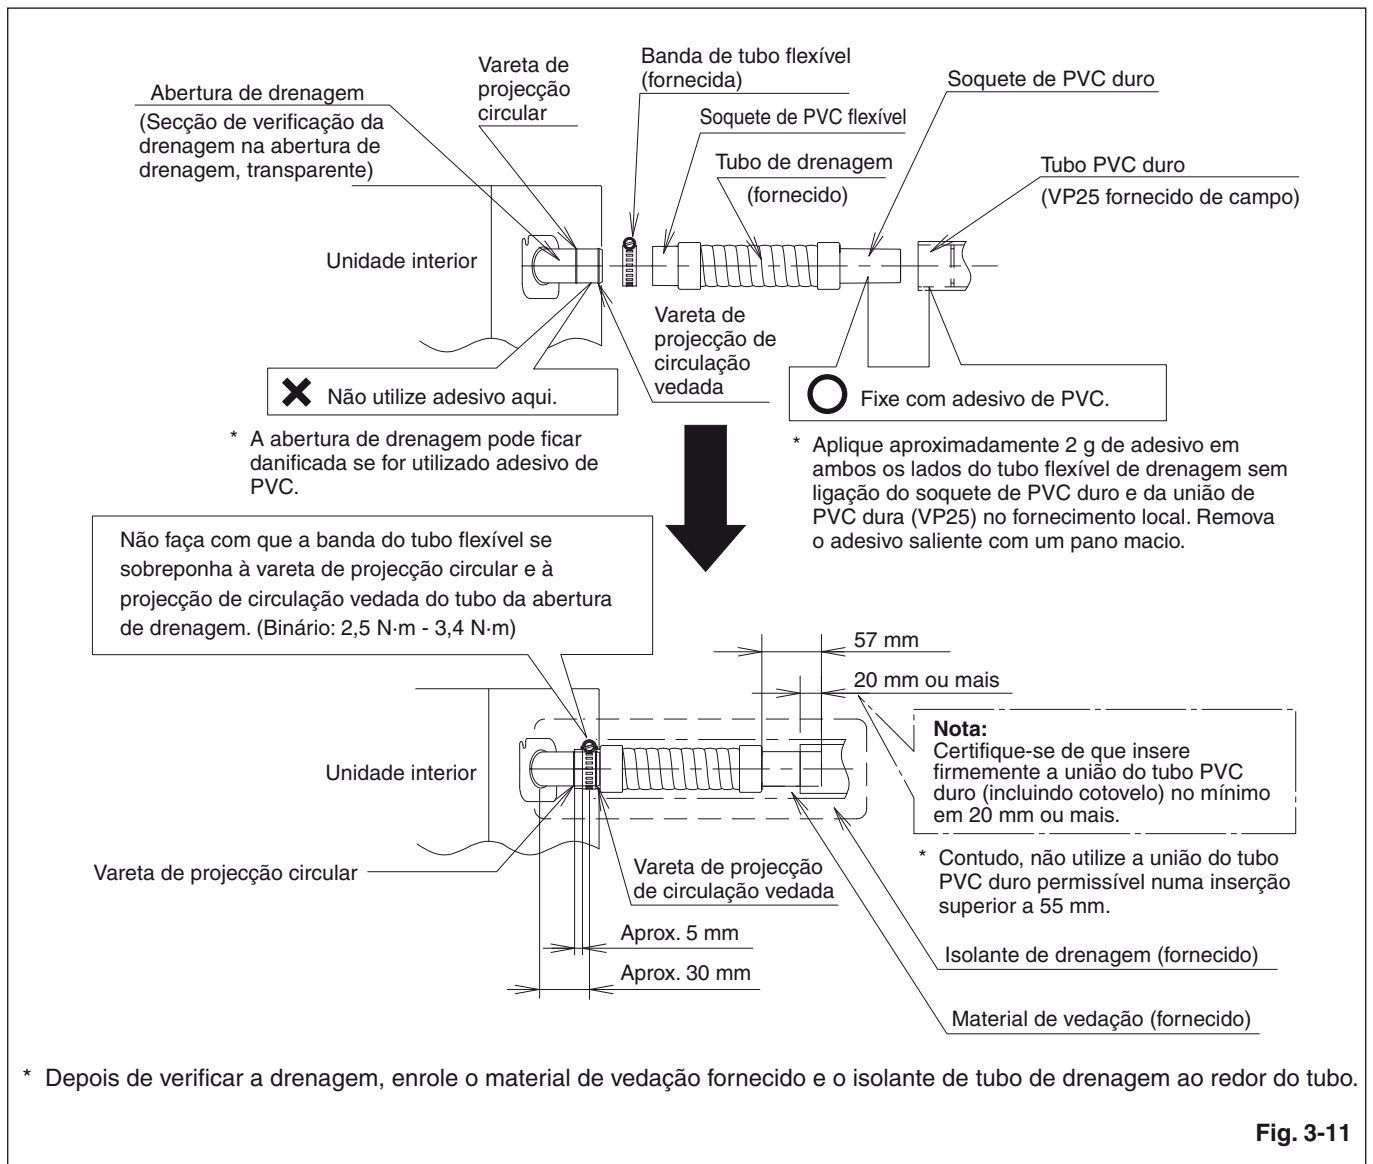

Fig. 3-11
- 3) Mova a banda do tubo flexível de modo a que a posição central da banda do tubo flexível possa encontrar-se afastada a aproximadamente 30 mm da placa externa da unidade interior. (Fig. 3-11)